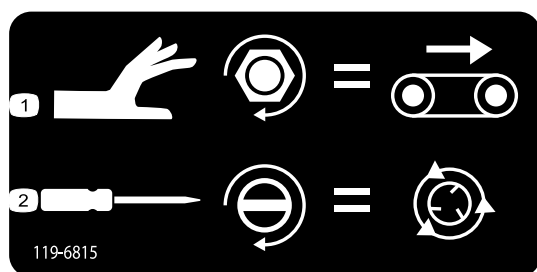

Figura 44
- Para ajustar velocidade da passadeira (Figura 44), rode o manípulo no sentido dos ponteiros do relógio. A velocidade máxima no solo é utilizada no sistema operativo com codificação por cores de forma que este ajuste possa ser feito sem fluido hidráulico presente. O
- Para ajustar velocidade do rotor (**Figura 44**), utilize uma chave de parafusos de pontas planas para aumentar rodando no sentido dos ponteiros do relógio ou diminuir rodando no sentido contrário ao dos ponteiros do relógio.